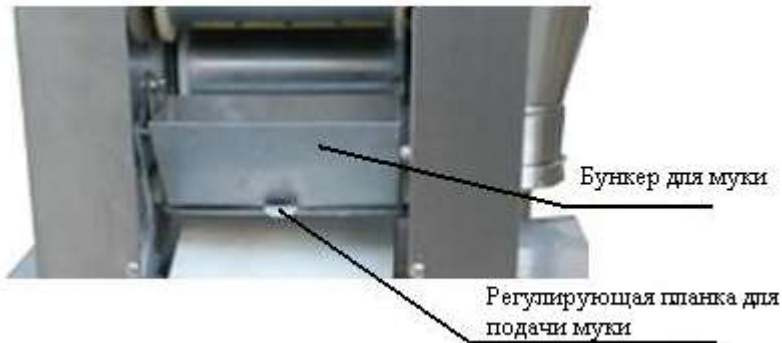

Рис. 7
фарша, отрегулируйте скорость подачи фарша до минимума. Наблюдайте за расходом фарша и его распределению по тесту трубке. При помощи регулировки добейтесь плавного и равномерного распространения и наполнения тесто-трубки фаршем. (а) Заполнить бункер подсыпки сухой муки (рис. 7) нажать кнопку запуска подачи муки. Запустите систему подачи теста. Следите за толщиной выходящего теста.
- (а) После того, когда пельмени без фарша соответствуют требованиям пользователя, включить выключатель подачи фарша, поворачивать кнопку для регулировки скорости подачи фарша (см. Рис.7), чтобы достигло до требующего пользователем объема фарша. 17